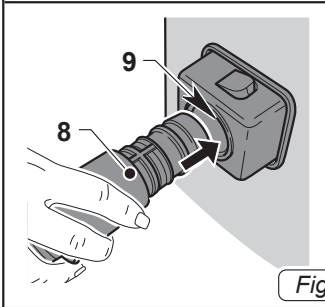

Fig. 6
- Introducir el manguito hasta el final (8 Fig. 6) del tubo de aspiración de la boca (9 Fig. 6) del bidón.
- Para desenganchar el manguito (8 Fig. 6) presionar y mantener pulsado el botón (10 Fig. 6) luego tirar hacia afuera el manguito (8 Fig. 6).